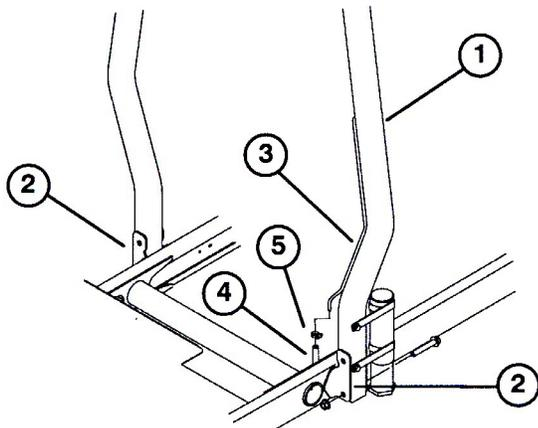

図10
2. ROPSのそれぞれの側をフランジヘッド・キャップスクリューとロックナット(各2)で固定する(図10)。60 ft-lb (8.3 kg.m) にトルク締めする。